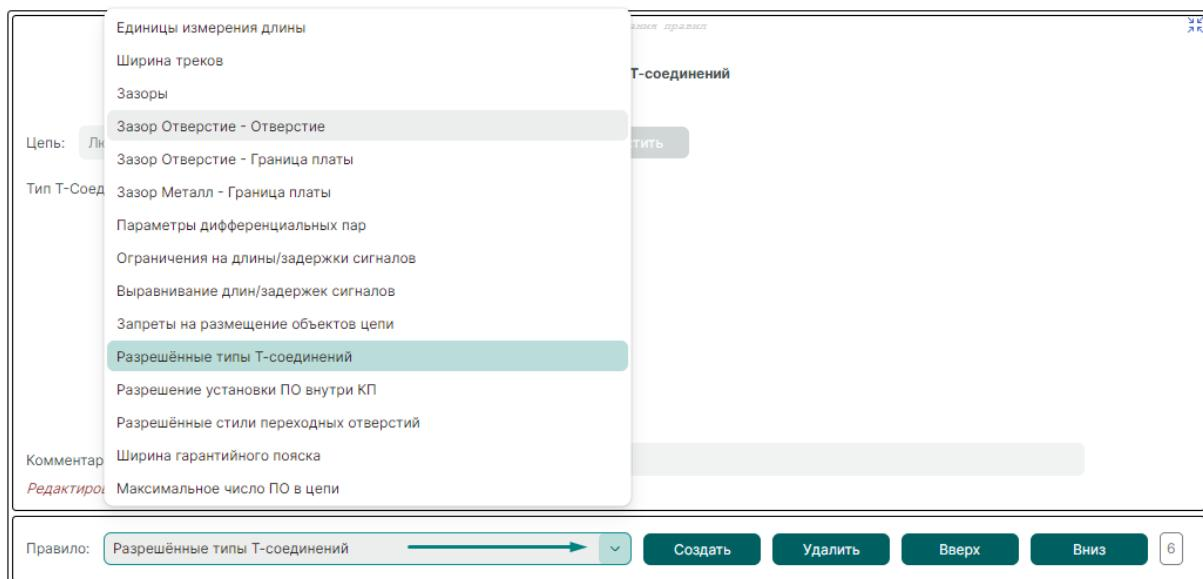

Рис. 11 Выбор типа правила в форме
4. В форме в поле «Правило» из списка выбрать тип правила, см. Рис. 11, при необходимости, ввести комментарий.